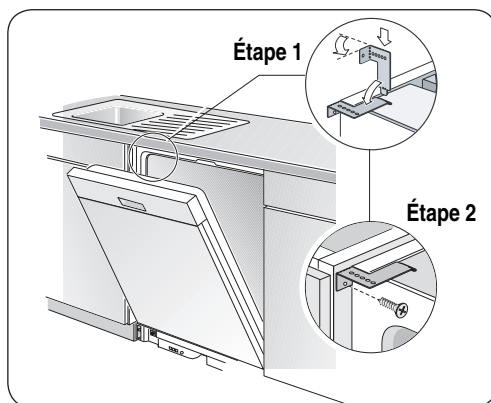

Figure 11
- 2 Sur le côté** pour les plans de travail en marbre, granite ou autre matériaux très durs ne pouvant être facilement percés. Plier la fixation le long des petits trous et dans la même direction que les deux petites languettes. Orienter les fixations, **figure 11**, et positionner les 2 petites languettes sur la fixation sur les deux fentes des coins avant du lave-vaisselle. Pousser fermement sur les fixation pour insérer les languettes dans les fentes.